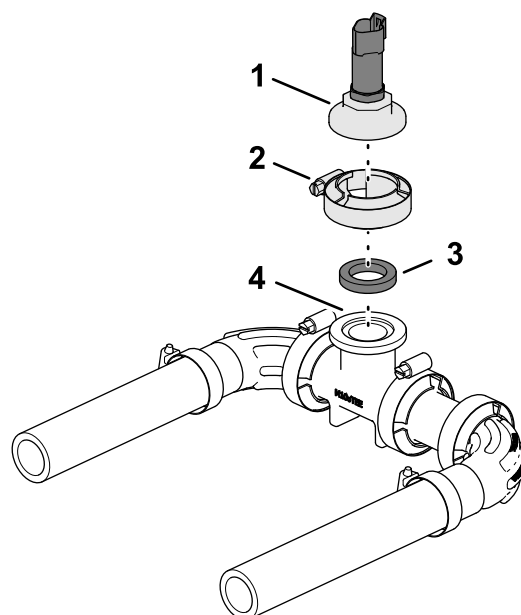

Figura 57
1. Allineate il coperchietto di montaggio con variazione sportello con trasduttore di pressione e guarnizione alla flangia di raccordo a T del collettore (Figura 57).
2. Fissate il coperchietto di montaggio e la guarnizione al raccordo a T con il morsetto della flangia (Figura 57).